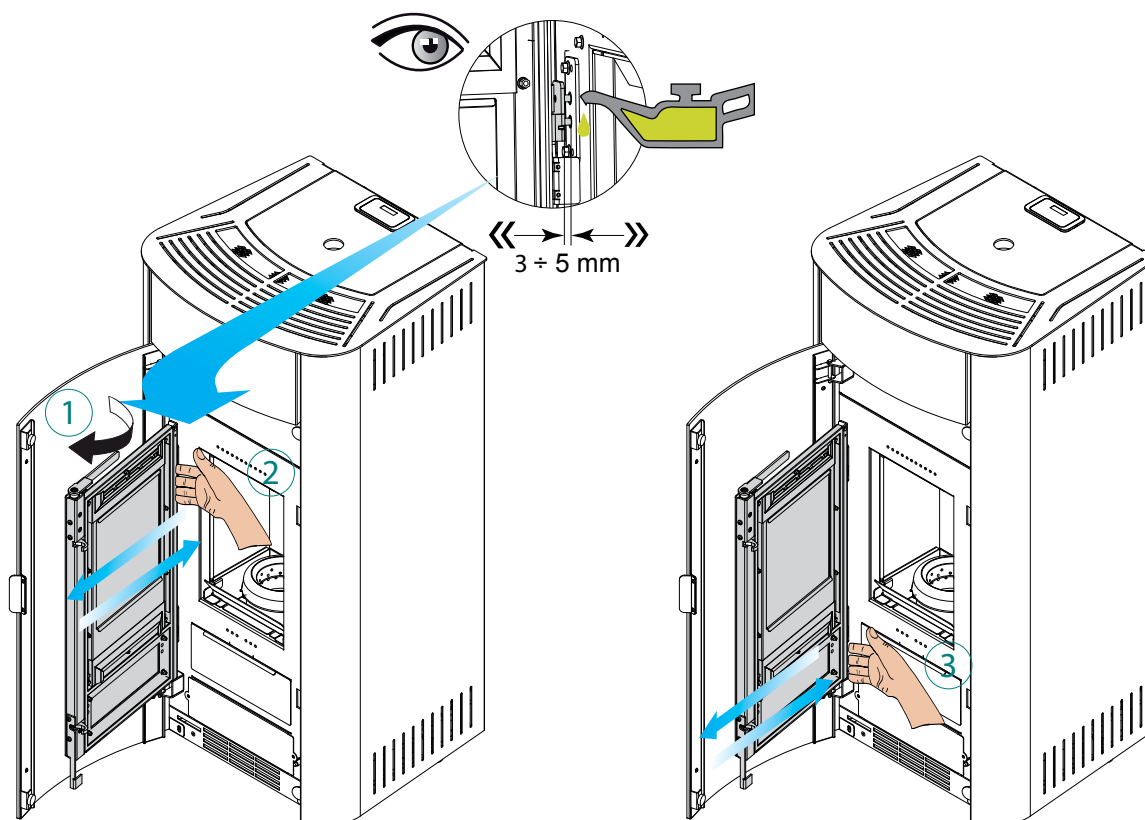

fig. 6.1
- Averiguar el correcto funcionamiento de las blandas cremalleras entregado como de Fig. 6.1